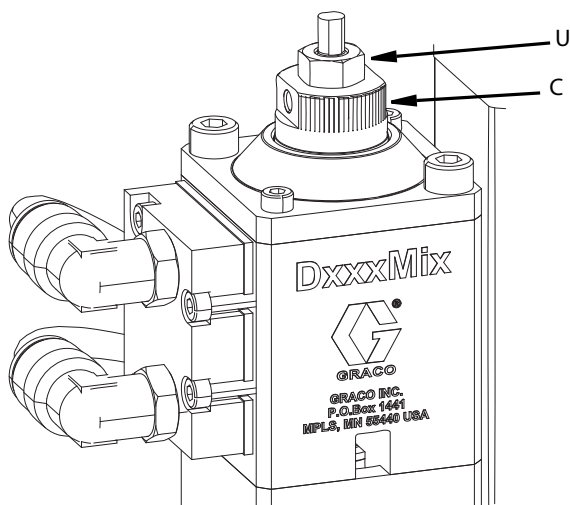

Рис. 10
1. Ослабьте стопорную гайку (U), расположенную в верхней части клапана.
4. Затяните стопорную гайку (U) для фиксации положения регулировочной гайки (С). См. Рис. 10.